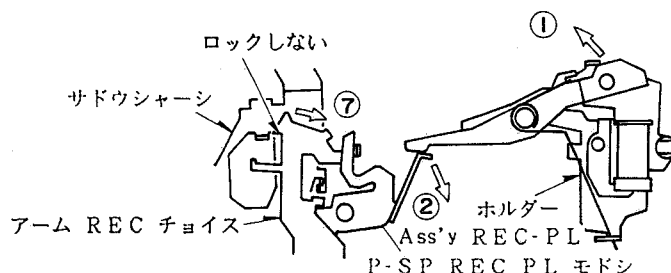

Fig. 24-1
PLAY時、各レバーはそれぞれ矢印①②⑦方向に作動し、図の位置（図24-1参照）でアームRECチョイスはロックしません。